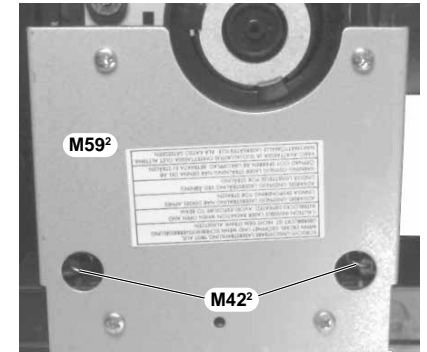

Fig. 18
- Die beiden Federn M422 (Fig. 18) aushängen. Das Ausbauen der Metallplatte M592 erleichtert das Einhängen der Federn M422 (Fig. 18).
- Detach the two springs M422 (Fig. 18). The springs M422 can be attached easier when removing the metal plate M592 (Fig. 18).